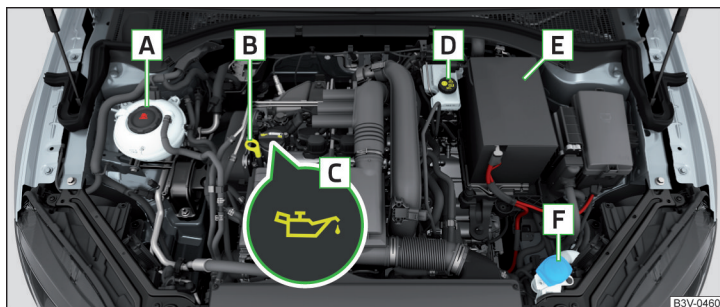

Fig. 323 Exemplu de dispunere în compartimentul motor
- Deșurubați capacul orificiului de umplere cu ulei **C** » fig. 323 la pagina 289. ►